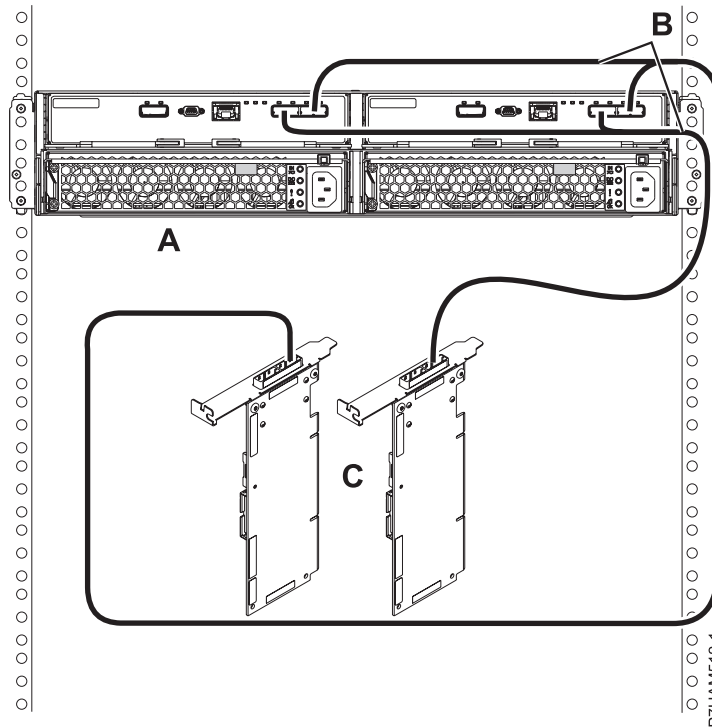

Figure 37. Mode 1 de connexion d'un boîtier d'unité de disque 58/87 via des câbles YO à une paire d'adaptateurs SAS
10. Effectuez la connexion de mode 1 d'un boîtier d'unité de disque 58/87 (A) via des câbles YO (B) vers une paire d'adaptateurs SAS (C), comme illustré dans la figure 37, à la page 72.